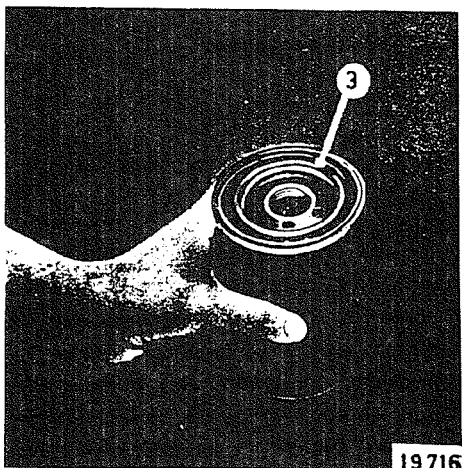

Рис. 32
1. Слегка смазать маслом резиновое уплотняющее кольцо 3 /рис. 32/.